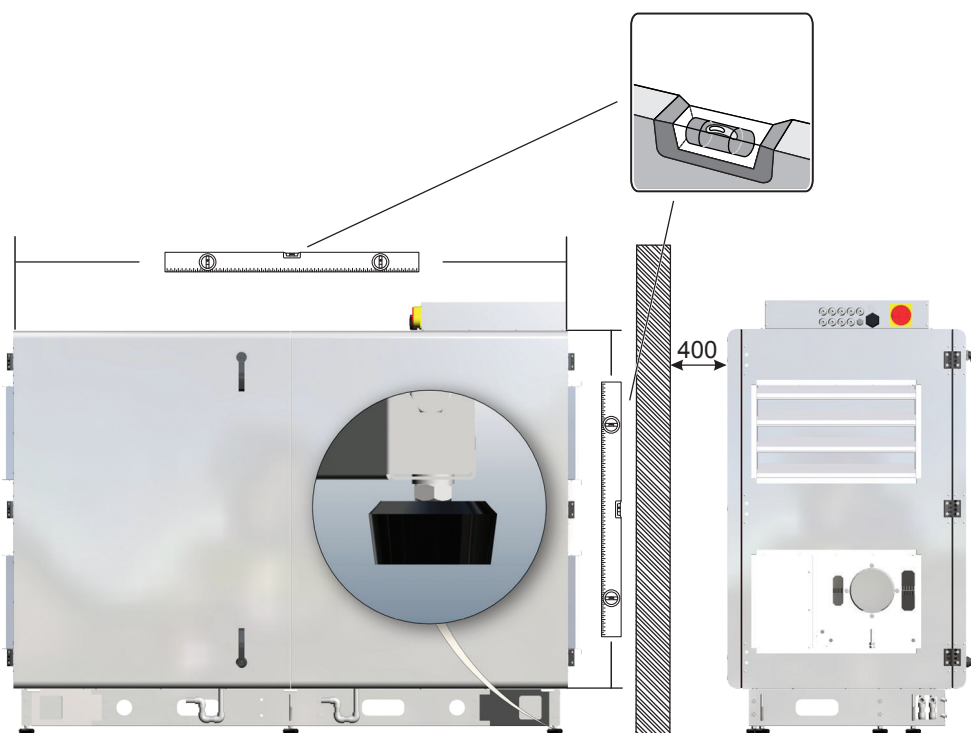

Рис. 8.1. Монтаж вентустановки
После установки вентиустановки необходимо установить систему отвода конденсата. Отверстия для слива конденсата смонтированы на заводе-изготовителе. К отверстиям для слива конденсата необходимо подключить входящие в комплект поставки сифон (3) или сифоны (в зависимости от типоразмера вентиустановки) и при помощи труб (4) произвести подключение к канализационной системе (5), как показано на рис. 8.1.